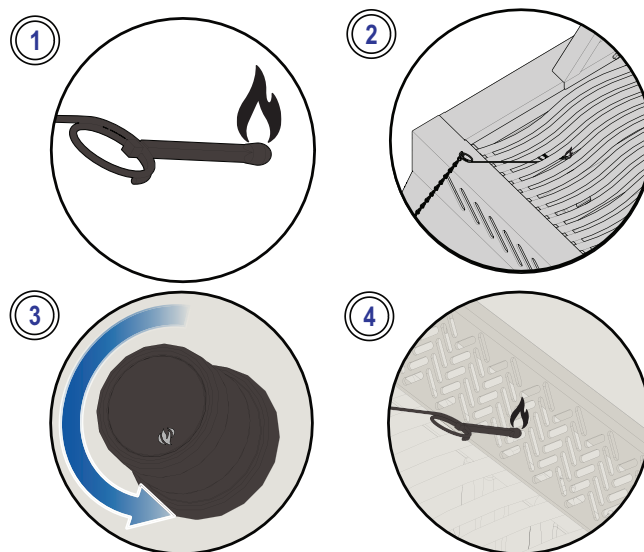

Fig. 3
3. Terwijl u de overeenkomstige knop van de brander op hoog zet. **(Fig. 3).**